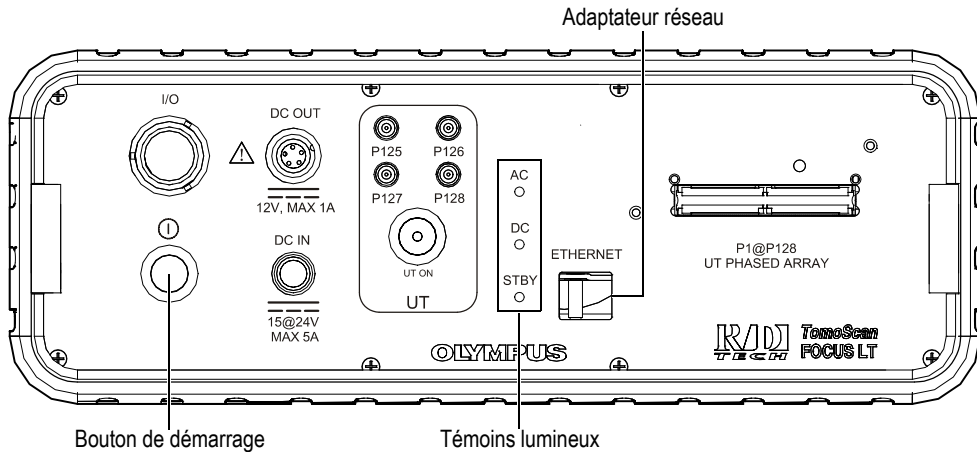

Figure 1-13 Panneau avant de l'unité FOCUS LT
- ◆ Sur l'appareil FOCUS LT, appuyez sur le bouton de démarrage situé sur le panneau avant (voir la Figure 1-13 à la page 36), et puis attendez que le témoin STBY arrête de clignoter, indiquant ainsi que l'unité est prête à fonctionner.